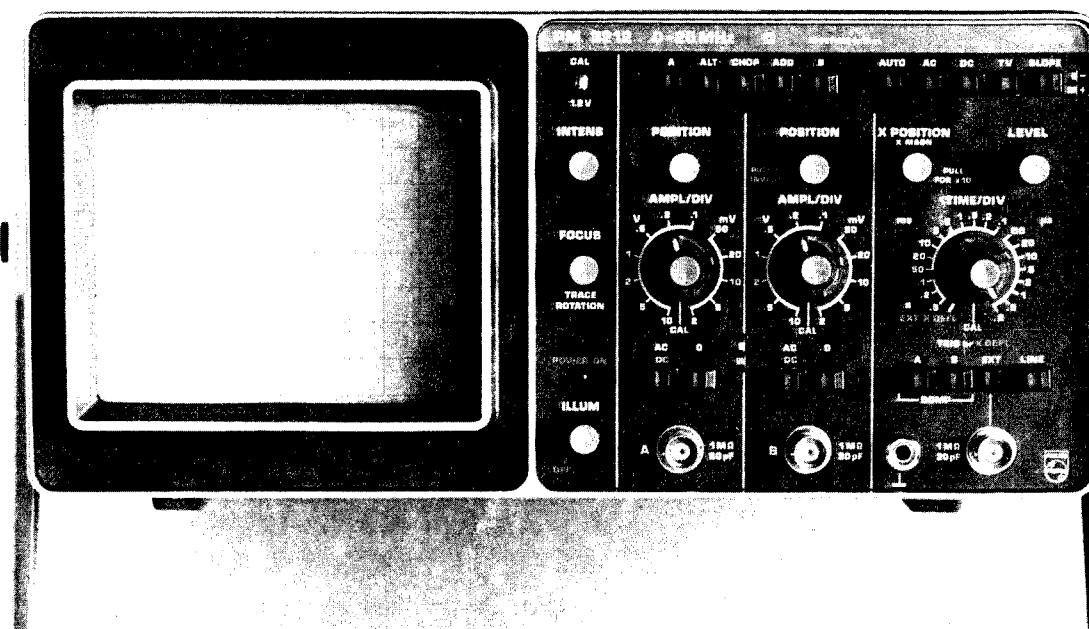

Fig. 2.2. Vorderansicht des Oszilloskopen mit Bedienungsorganen und Buchsen.
2.2. BEDIENUNGSELEMENTE UND BUCHSEN Siehe Abb. 2.2.
Siehe Abb. 2.2. bezüglich der Lage der Bedienungselemente. Bringe die Einsteller INTENS und FOCUS in Mittelstellung. Taste AUTO drücken und mit Schalter TIME/DIV einen durchschnittlichen Zeitkoeffizienten zwischen 10 µs/div und 10 ms/div wählen. Mit allen übrigen Drucktasten in Normalstand (nicht gedrückt) lassen sich die Schreibstrahlspuren von Kanal A und Kanal B mit dem entsprechenden Einsteller POSITION auf dem Bildschirm darstellen.